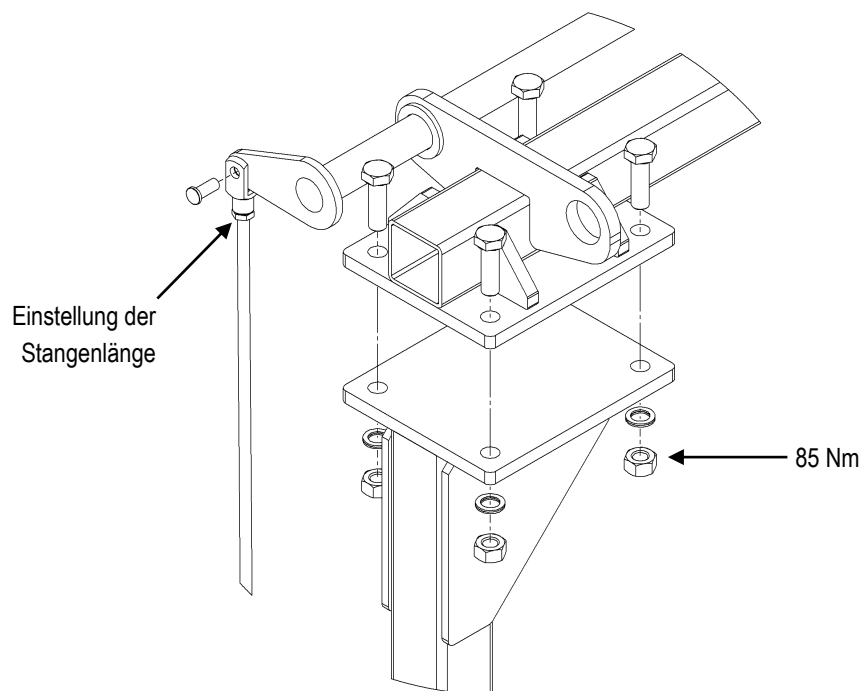

Abb. 9: Montage des Bedienteils
- Bedienteil mit der Verschiebebrücke am Flansch verschrauben (siehe Abb. 9).